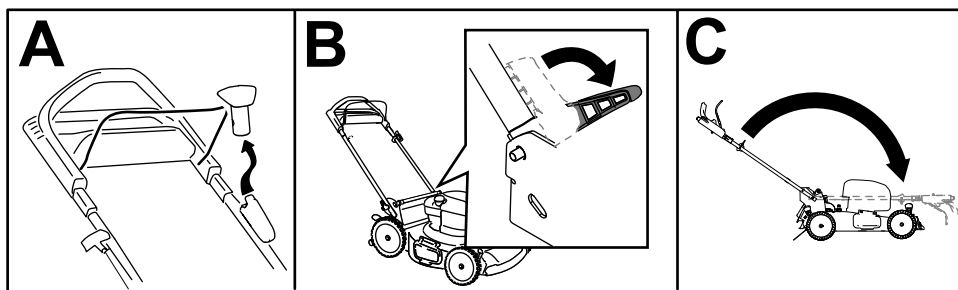

Figura 23
1. Retire el botón de arranque eléctrico como se muestra en la Figura 23, A.
3. Abra las palancas de bloqueo del manillar hasta que pueda mover libremente la sección superior del manillar (Figura 23, B).
4. Pliegue el manillar hacia adelante, a la posición vertical o a la posición de plegado completo (Figura 23, C).